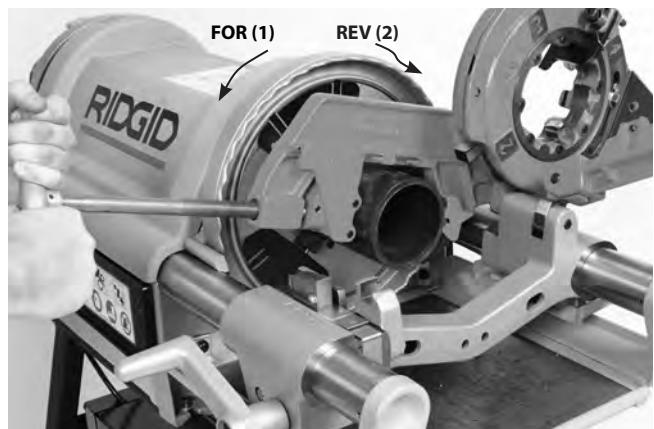

Abbildung 21 – Schneiden von Rohr mit Rohrabschneider 764/Maschinenrotation
4. Ergreifen Sie mit beiden Händen den Griff der Vorschubspindel für den Rohrabschneider. (Abbildung 21).